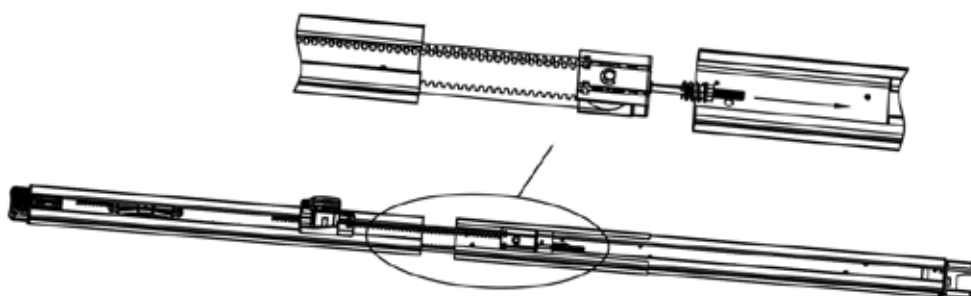

Fig. 8
2. Como en la Fig. 8, coloque el embrague,